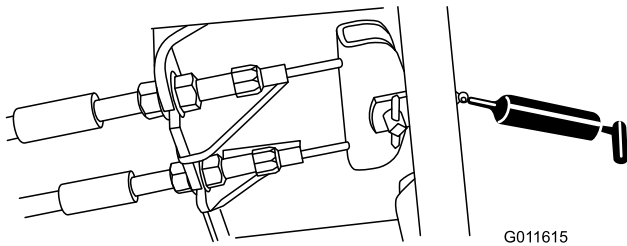

Figura 48
- Pedal de freno (1) (Figura 48)